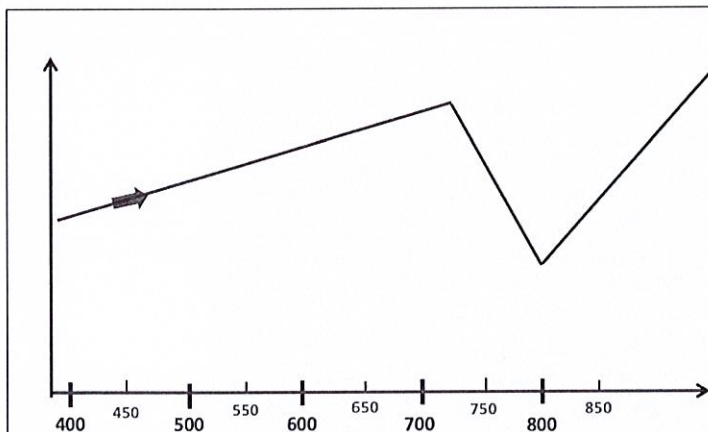

Figure 4a.) : Courbe dilatométrique de cet acier en fonction de la température
- 1.) Décrire la courbe dilatométrique de cet acier hypoeutectoïde (Figure 4a) et déterminer les températures AC1 et AC3.